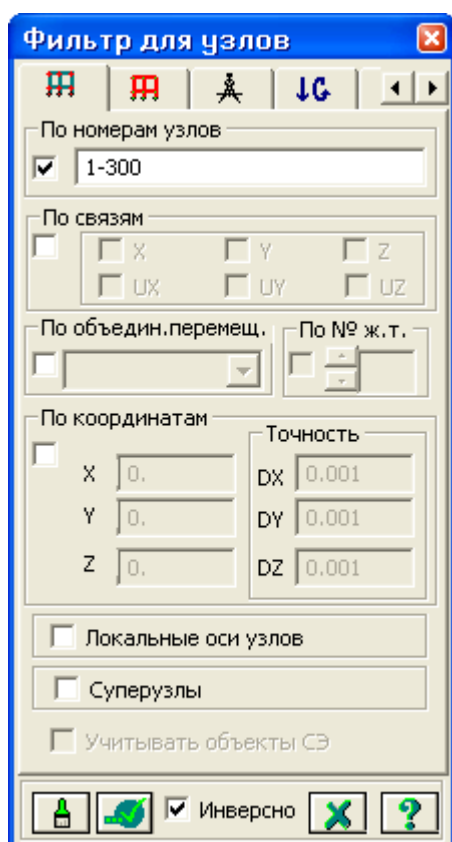

Рис.6.5. Диалоговое окно **Фильтр для узлов**
- В появившемся диалоговом окне **Фильтр для узлов** (рис.6.5) установите флажок **По номерам узлов** и в соответствующем поле введите номера узлов **1 – 300**.